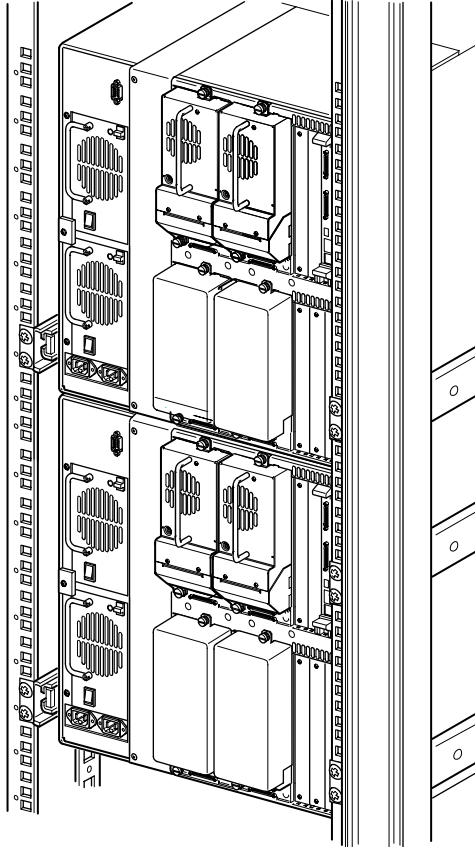

図2-10: MSL5052/MSL5060ライブラリのインストール (図は9000ラック エンクロージャを示しています)
1. 『hp StorageWorks MSL5000シリーズ ライブラリ ユーザ ガイド』の手順に従って、図2-10に示すように、2台のMSL5052/MSL5060ライブラリをインストールします。